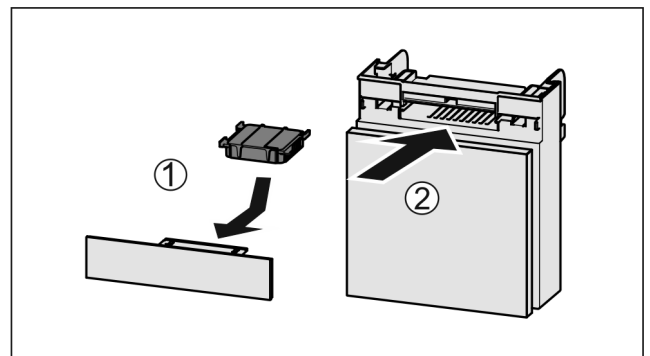

Fig. 89
- ▶ Aktivkohlefilter nach Abbildung einsetzen *Fig. 89 (1)*.
▶ Fach einschieben *Fig. 89 (2)*.